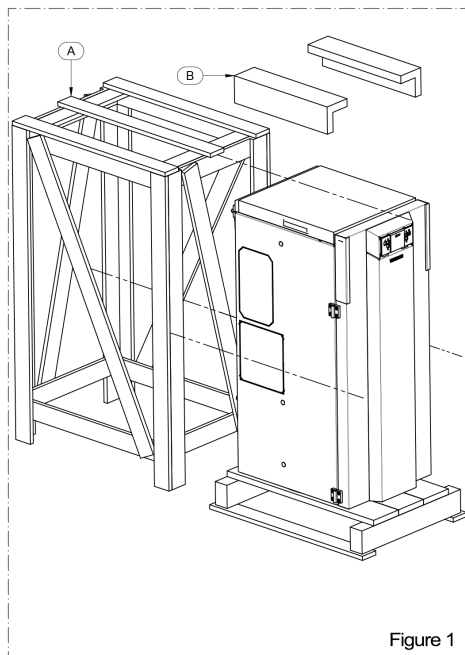

Figure 1
- Enlever le couvercle et les panneaux latéraux de la palette A et les coins de protection B (Figure 1).